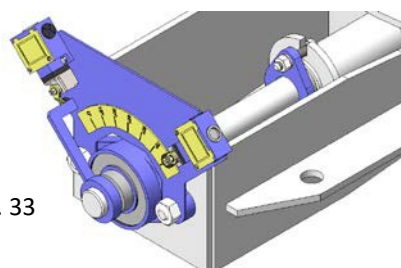

Abb. 33
- Endschalter (Abb. 33)
- **Mechanische Endschalter, Induktivsensoren und Stellungsreglern:** Einbau von Endschaltern (Abb. 33) oder induktiven Sensoren zur punktuellen Anzeige der jeweiligen Klappenposition und Stellungsreglern für die kontinuierliche Anzeige der Position.